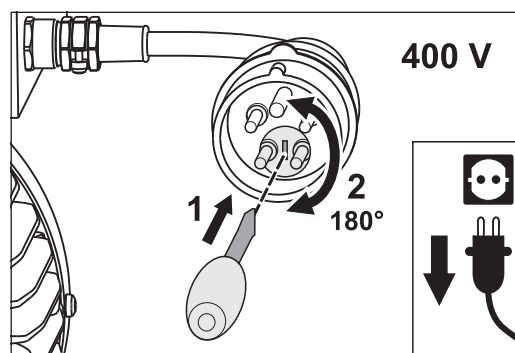

Abb. 29 Zur Änderung der Drehrichtung des Motors den Phasenwender im Stecker des Motorkabels um 180° verdrehen.
- Stecken Sie einen Schraubendreher in den Schlitz des Phasenwenders im Stecker des Motorkabels (Abb. 29, 1).
- Durch Druck mit dem Schraubendreher wird der Phasenwender entriegelt und muss dann gleichzeitig um 180° gedreht werden (Abb. 29, 2).
- Der Phasenwender muss durch Überwindung eines geringen Widerstands um 180° gedreht werden (Abb. 29, 2).